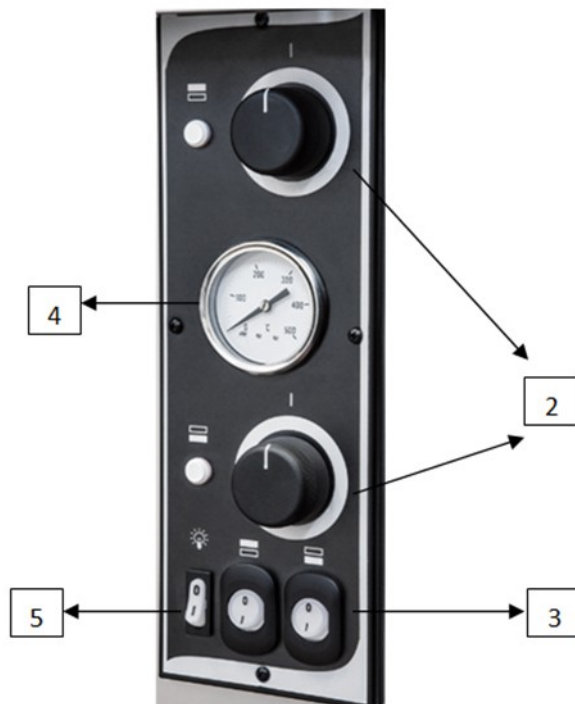

ABB.1 Bedienfeld Modell PROF1
LEGENDE ABB.1
- 3) Den Schalter der Widerstände (**ABB.1- Ref.3**) auf die **Pos."I"** stellen;
- 4) Den Betrieb der Widerstände aktivieren, dazu die Temperaturregler(**ABB.1; - Ref.2**) auf eine Temperatur von **150°C** einstellen, die auf dem Drehknopf angegeben ist; die entsprechenden Kontrollleuchten leuchten auf und zeigen den Betrieb der aktiven Widerstände an;
- 6) Den Betrieb der Widerstände deaktivieren, dazu die Temperaturregler(**ABB.1;- Ref.2**) auf die **Pos."0"** stellen; die zugehörigen Kontrollleuchten gehen aus;
- 8) Die Tür wieder schließen und den unter Punkt **4**) beschriebenen Vorgang wiederholen; diesmal die Temperaturregler (**ABB.1,- Ref.2**) entsprechend der Angaben auf dem Drehknopf auf eine Temperatur von **400°C** stellen.
- 10) Den Betrieb der Widerstände deaktivieren, dazu die Temperaturregler (**ABB.1;- Ref.2**) auf die Pos. **"0"** stellen; die zugehörigen Kontrollleuchten gehen aus;
- 2) Den Schalter der Widerstände (**ABB.1;- Ref.3**) auf die **Pos."I"** stellen;
- 3) Den Betrieb der Widerstände aktivieren, dazu die Temperaturregler(**ABB.1;- Ref.2**) auf die gewünschte Temperatur stellen, es schalten sich die Kontrollleuchten ein und zeigen den Betrieb der aktiven Widerstände an;
- 4) Wenn der Backofen die gewünschte Temperatur erreicht hat (siehe Punkt **9**) dieses Abschnitts), welche auf dem Thermometer (**FIG.1 Rif.4**) ablesbar ist, können die zu backenden Pizzen in den Backofen gegeben werden;
- 6) Um den Innenraum des Backofens zu beleuchten den Schalter der Backofenlampe drücken (**ABB.1-Ref.5**);
- 1) Den Ofen ausschalten, dazu die Schalter, die die Widerstände (**ABB.1;- Ref.3**) aktivieren, sowie die Temperaturregler (**ABB.1;- Ref.3**) auf die **Pos. "0"** stellen.